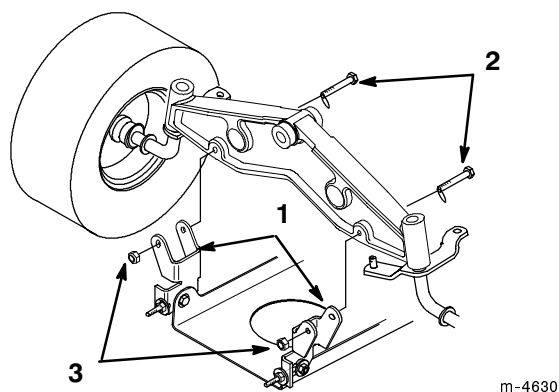

Figure 42
9. Enlevez les boulons et les contre-écrous et déposez les deux supports de pivot du plateau de coupe de l'essieu avant (Fig. 42).